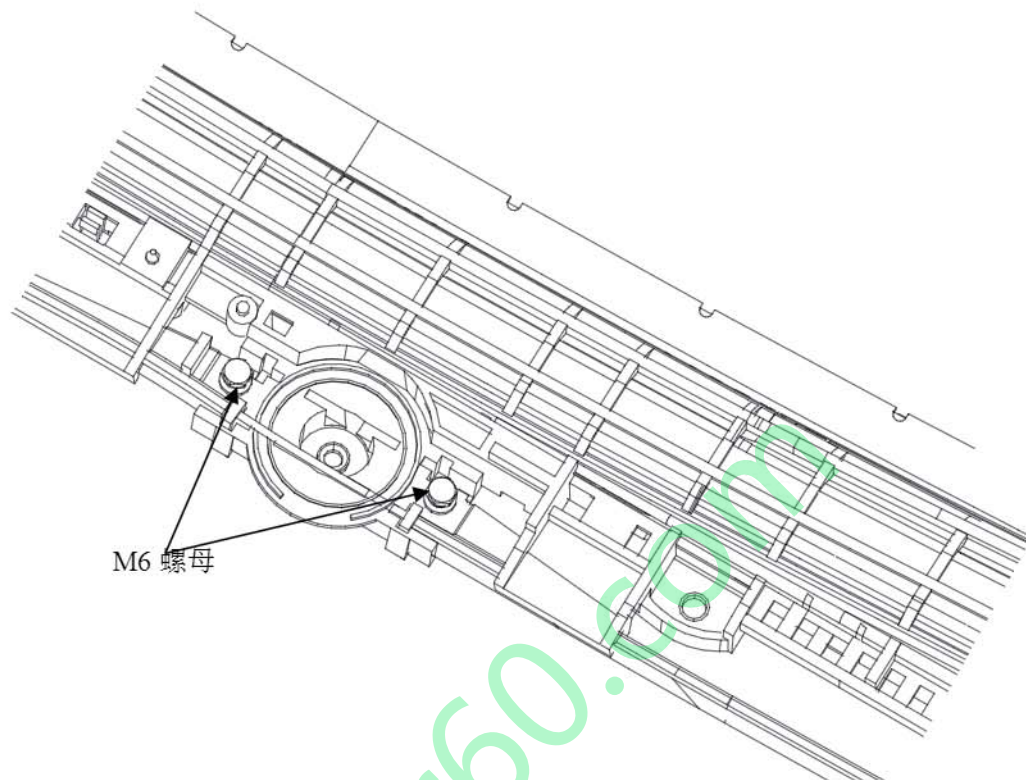

图 6-5 拆天窗电动机
(1) 拆下车顶内衬。
(2) 按图 6-5 所示方法断开并取下插头，卸下螺栓。
(3) 拆下天窗电动机。
(4) 按照与拆卸相反的顺序安装电动机。安装完毕之后，连接插头并检查电动机运行情况。